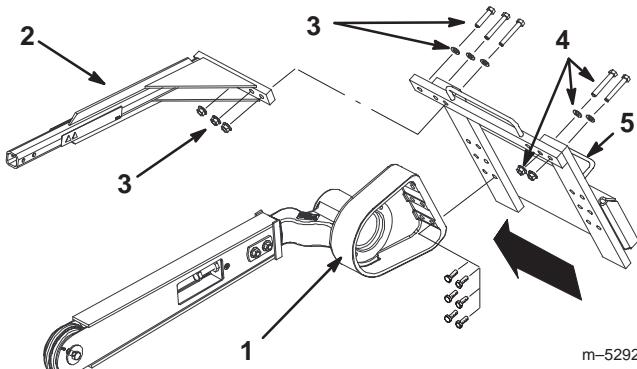

Bild 5
2. Entfernen Sie die 6 Schrauben, mit denen der Graben zieherkopf am Rahmen abgesichert wird (Bild 5).
4. Sichern Sie den Kopf mit den 6 vorher entfernten Schrauben am Rahmen ab (Bild 5).
6. Entfernen Sie die 3 Schrauben, Scheiben und Bundmuttern von der Sicherungsstange und entfernen diese (Bild 5).
7. Entfernen Sie die 2 kurzen Schrauben, Scheiben und Bundmuttern von der rechten Seite des oberen Rahmens und stecken diese in die entsprechenden Löcher an der linken Seite (Bild 5).
8. Montieren Sie die Sicherungsstange mit den vorher entfernten 3 Schrauben, Scheiben und Bundmuttern über der Grabkette (Bild 5).
10. Verlegen Sie die Schläuche aus der Schlauchführung an der Oberseite des Grabenziehers in die Führungen an der linken Seite (Bild 5).